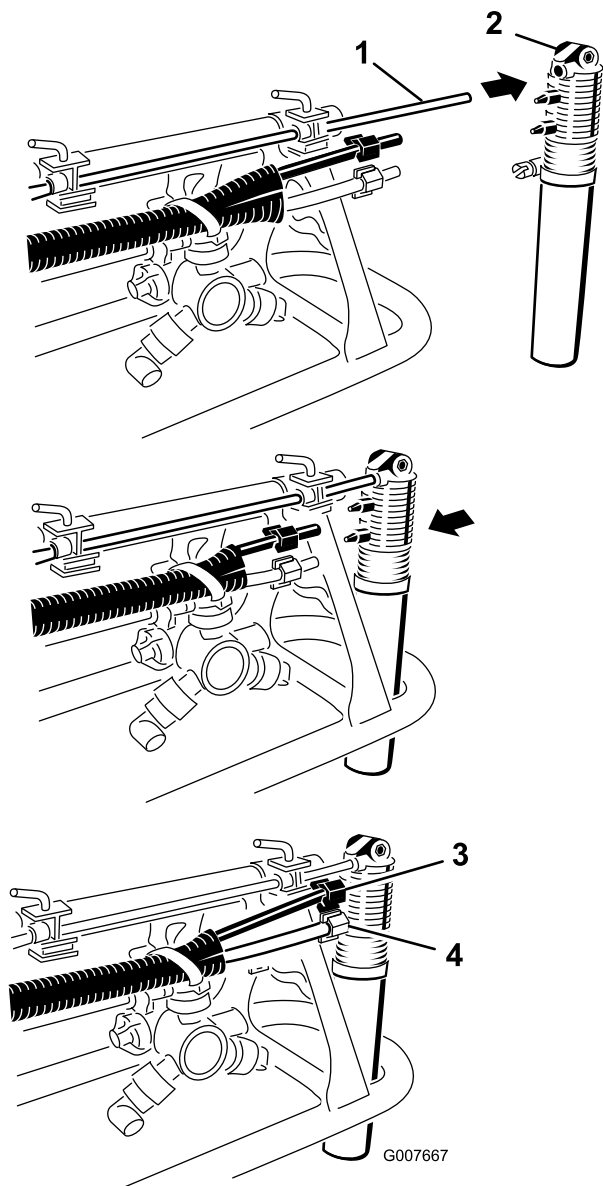

Figura 14
6. Individuate gli ugelli della schiuma nelle parti sciolte. Montate un ugello sull'asta di montaggio come illustrato (Figura 14).